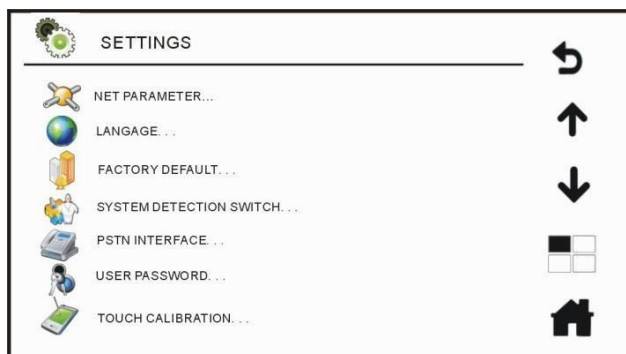
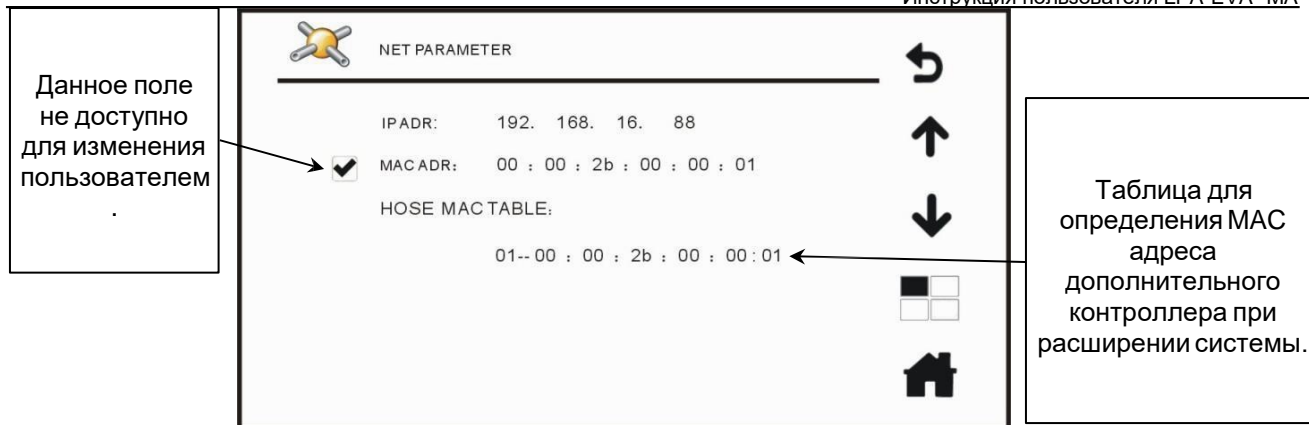

Рис. 4.25. Главное меню системных настроек
Рис. 4.26. Меню сетевых параметров
1. В окне **SETTINGS** (системные настройки), которое изображено на Рис. 4.25, нажмите кнопку подменю **NET PARAMETER** (сетевые параметры) и войдите в меню сетевых параметров для просмотра сетевой конфигурации системного оборудования. Здесь же можно делать запросы MAC-адресов оборудования. Меню сетевых параметров изображено на Рис. 4.26.
- В окне **SETTINGS** (системные настройки), которое изображено на Рис. 4.25, нажмите кнопку подменю **LANGUAGE** (язык) , чтобы войти в окно выбора языка системы и установите флажок  напротив выбранного в списке языка: так вы сможете переключить интерфейс системы на удобный язык.